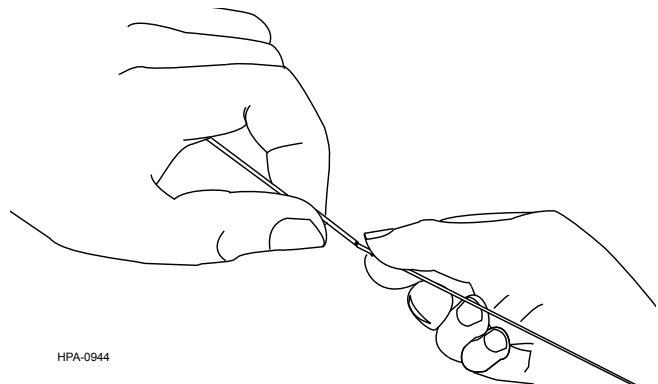

Abbildung 9
**Schritt 3:** Aderhülle an der Einritzung manuell abbrechen und das abgetrennte Stück der Aderhülle vorsichtig von den Fasern abziehen (Abbildung 9).